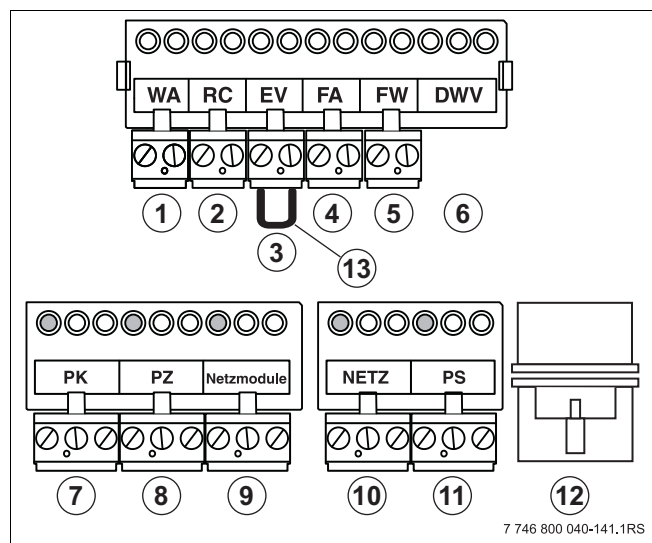
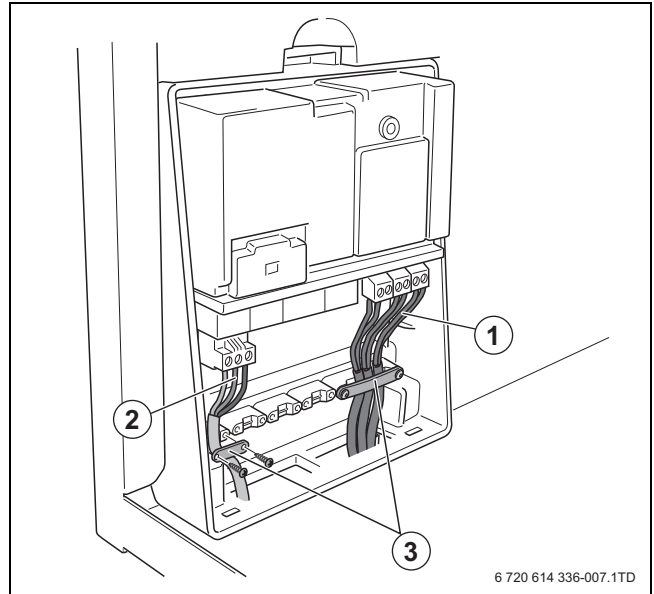

Fig. 29 Caixas de ligação e régua de bornes
Fig. 35 Montar o fusível de cabos.
- ▶ Ligar a unidade de comando RC20 RF, RC25, RC35 aos bornes cor-de-laranja RC (→ fig. 29, [2]). Para isso, utilize um cabo de 2 condutores de 0,4 a 0,75 mm² cada.
- ▶ Ligar os aparelhos de comando ao borne cor-de-laranja RC (→ fig. 29, [2]). Para isso, utilize um cabo de 2 condutores de 0,4 a 0,75 mm² cada.
- ▶ Ligar o cabo de alimentação livre de 230 VAC ao módulo de função (→ fig. 29, [9] e fig. 35, [3]). Se forem utilizados vários módulos de função, é possível derivar do primeiro módulo a alimentação de 230 VAC do segundo módulo. Utilizar o cabo fornecido com o módulo de função (→ fig. 1, [8], página 5) [9].
► Aparafusar bem o cabo com fusíveis de cabos (→ fig. 35, [3]).